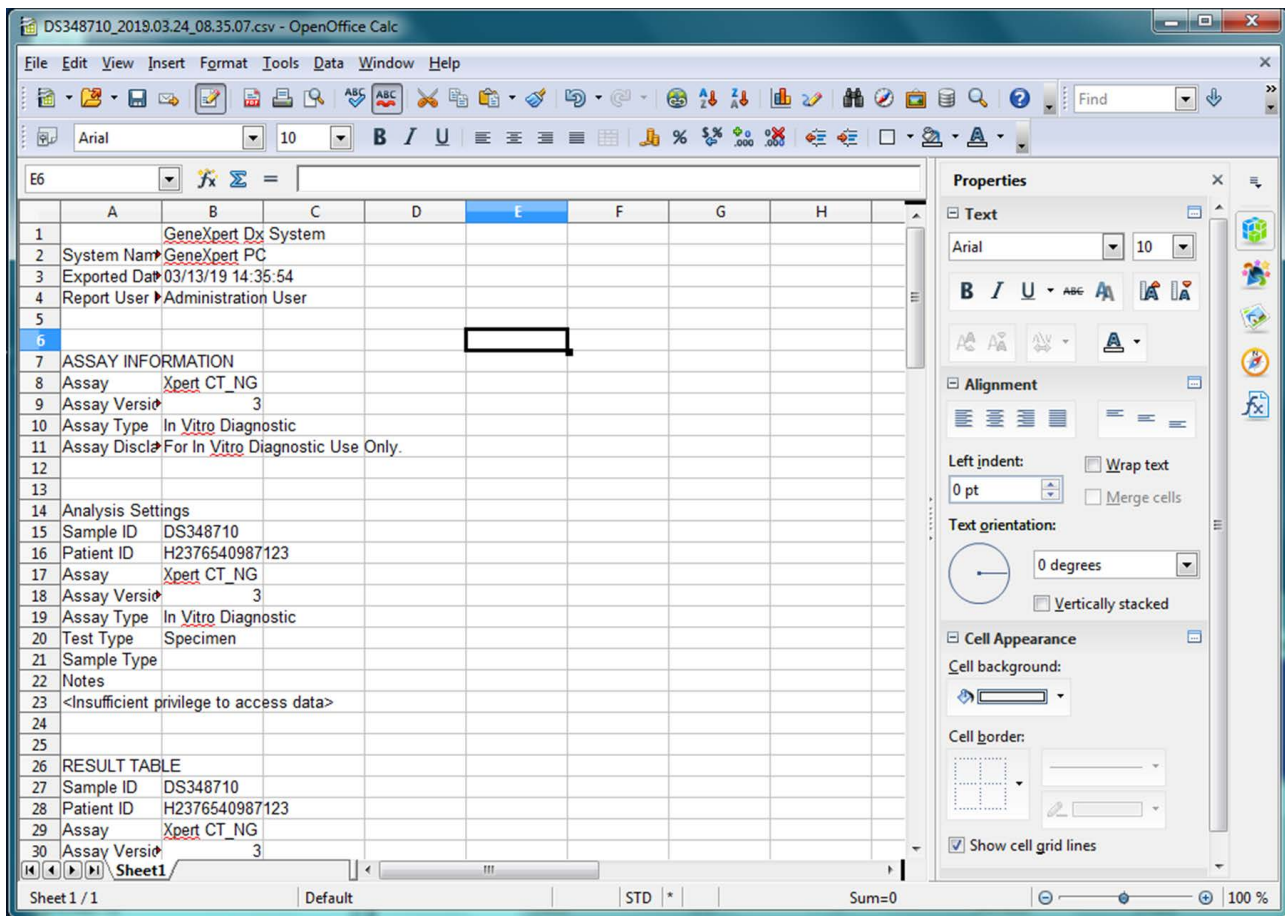

Abbildung 5-68. Beispiel für exportierte Testergebnisse
8. Klicken Sie auf das Kästchen links neben **Default value (Standardwert)** und anschließend auf **OK**, um das Dialogfeld zu schließen. Daraufhin werden die Spaltenbreiten eingestellt und die Datei formatiert, wie in Abbildung 5-68 dargestellt. Klicken Sie auf eine beliebige Stelle in den leeren Spalten, um die blau unterlegten Zellen abzuwählen, sodass sie wieder weiß werden.